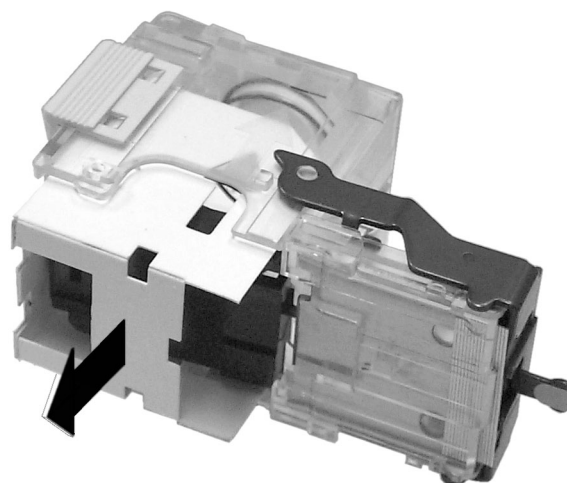

Figura 5: Como remover o Pacote de Grampos vazio do Cartucho de Grampos
- 4 Segure a borda exposta do Pacote de Grampos branco e remova o pacote do Cartucho de Grampos (Figura 5).